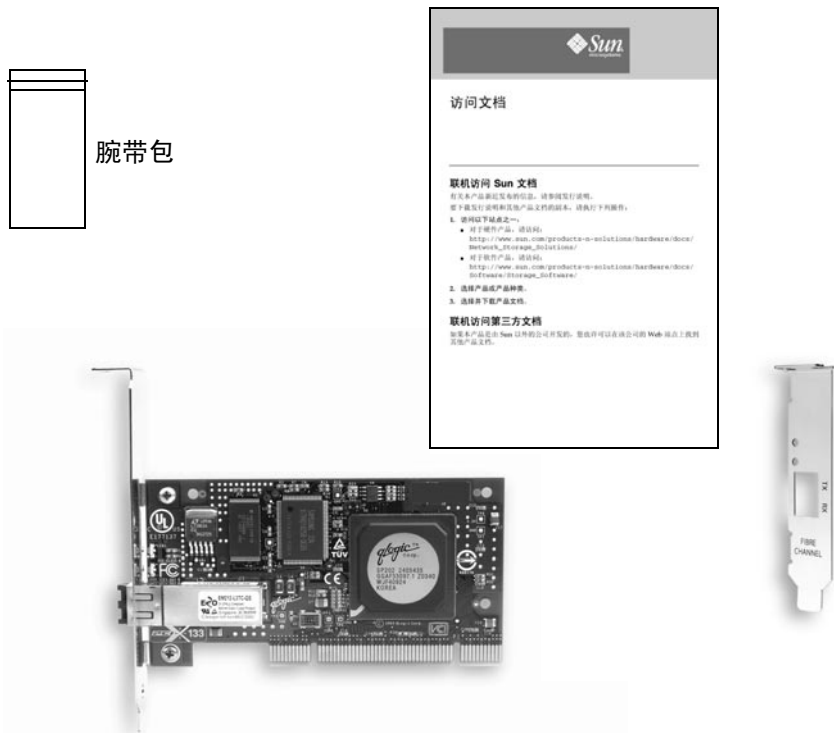

图 1 HBA 包装中的物品
- 检验 Sun StorEdge 2 Gb FC 入门级 PCI-X 单通道 HBA 是否附带下列各项（请参见图 1）：